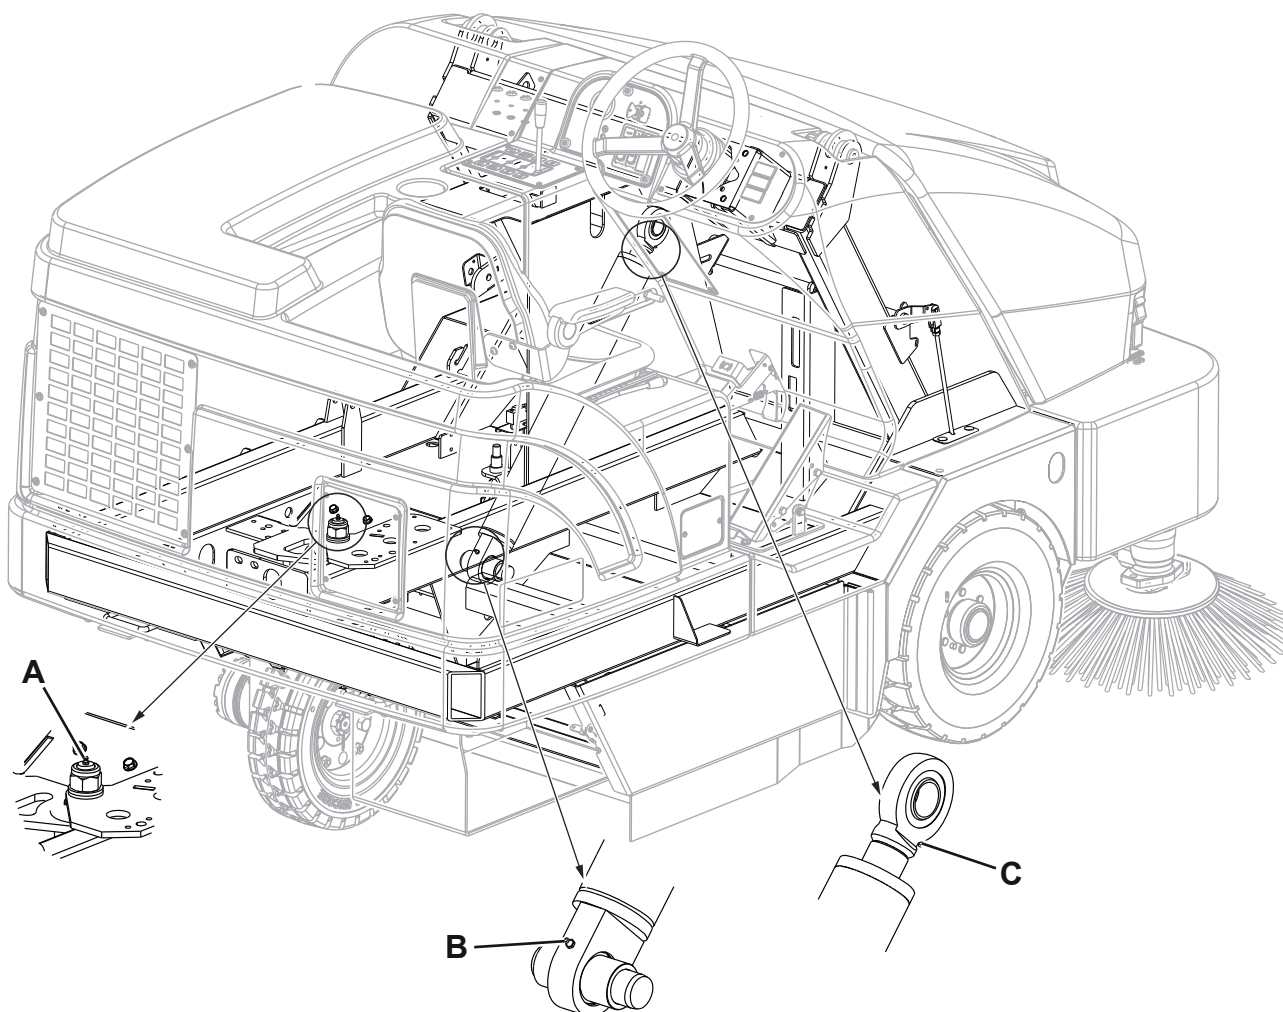

Рис. 2
- Вал рулевого колеса (А, Рис. 2)